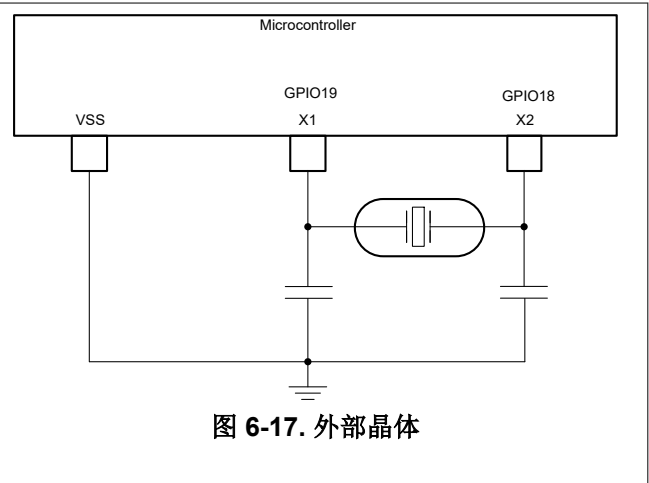

图 6-17. 外部晶体
- 外部晶体。如图 6-17 所示，晶体应连接在 X1 和 X2 之间，其负载电容器连接至 VSS。